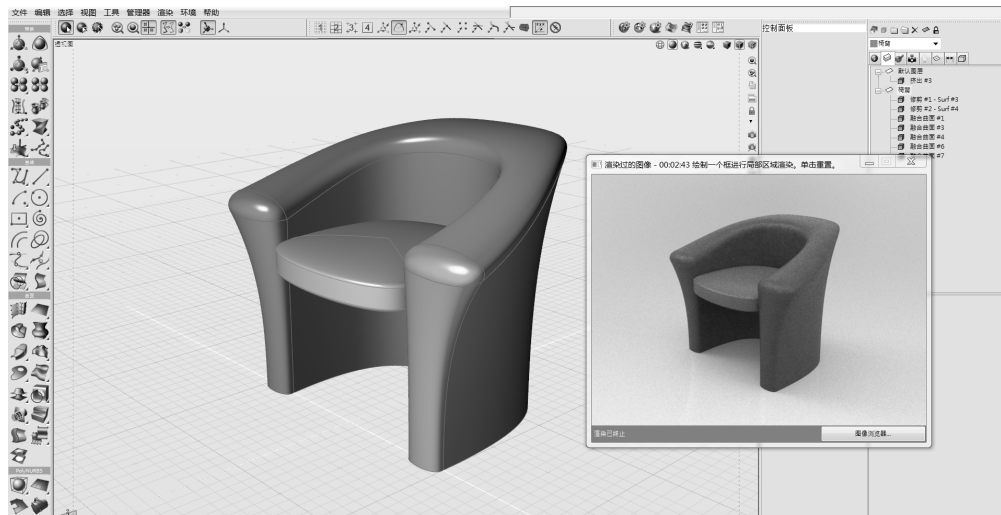

图 8-11 进行效果图渲染
10) 在菜单栏中执行“渲染”→“渲染当前视图”命令，或按〈Ctrl+R〉快捷键。此时弹出渲染窗口进行渲染，如图 8-11 所示。